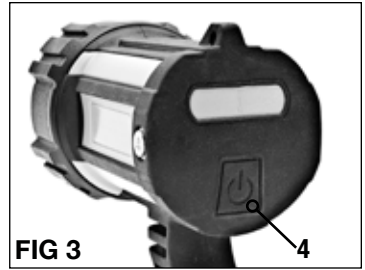

FIG 3
**TURNING ON/OFF THE SPOTLIGHT (FIG 3)**
**SWITCHING THE LIGHT MODES (FIG 3)**